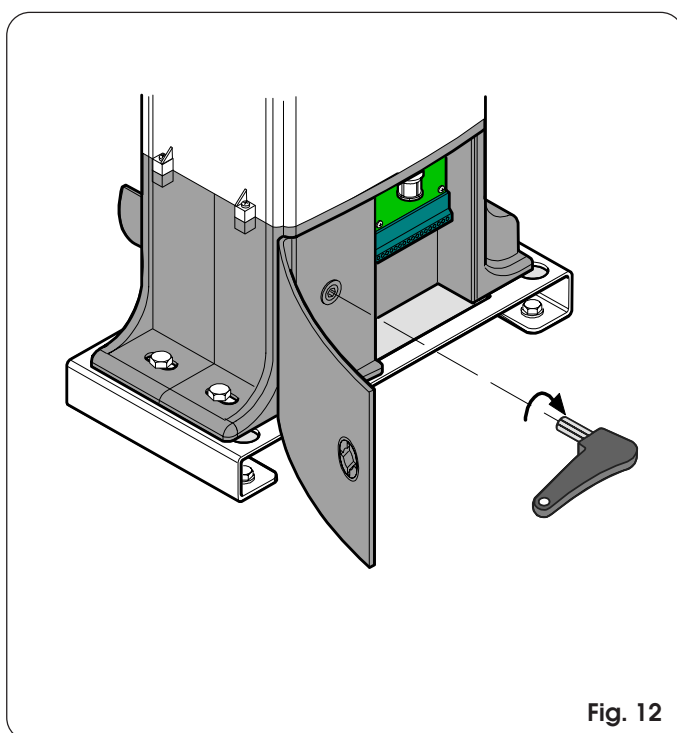

Fig. 12
- Haal de bijgeleverde sleutel die achter het luikje zit weg; steek deze in het ontgrendelsysteem en draai hem met de klok mee tot de mechanische aanslag (fig. 12).